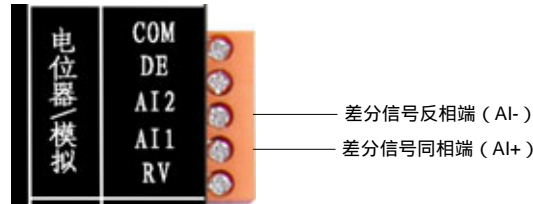

图 2.22 差分信号接线方法
-5V~+5V差分信号调速(如何配置调速方式见2.1.4小节)的接法如图 2.22所示。其中,DE为使能信号,可接,也可不接;DE与COM接一起时,电机停转。AI1 和AI2 分别为-5V~+5V差分模拟信号同相端和反相端,用于电机调速;当 $AI1-AI2>0$ 时,电机正转;当 $AI1-AI2<0$ 时,电机反转;当 $AI1=AI2$ 时,电机停转。